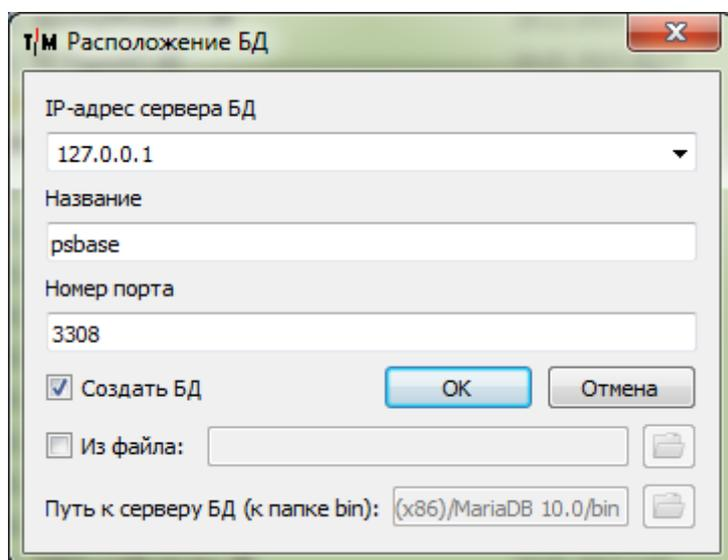

Рис. 6
При первом запуске программы, появится окно создания Базы Данных (рис. 6). Введите в него необходимые данные. Как правило, при стандартной установке на локальную машину менять ничего не требуется.
2. Ввести новый сервер в поле **IP-адрес сервера БД** (рис. 6);